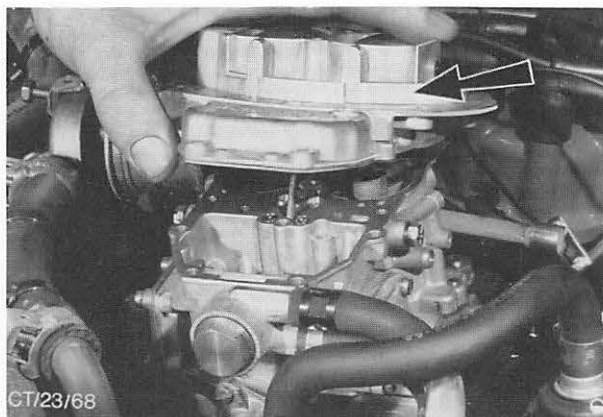

Abb. 99 Vergaserdeckel abheben
6. Schrauben (7) im Vergaserdeckel entfernen, **Drosselklappenhebel in Vollgasstellung bringen** und die Vergaserdeckel abheben. Dabei die untere Verbindungsstange der Startautomatik vom Drosselklappenhebel aushängen. Abb. 99.